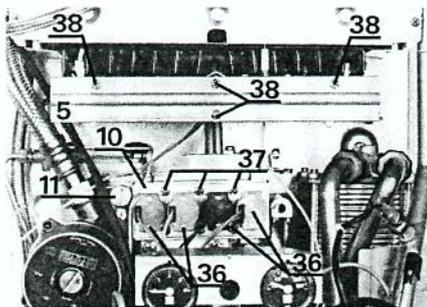

Fig. 25
Il est possible d'ajuster selon la puissance installée la puissance utile maximum en chauffage de la chaudière, afin de limiter la surpuissance. Pour effectuer ce réglage, vérifier que la chaudière fonctionne en plein gaz. Oter le bouchon et agir, sur la vis (11) (fig. 25) (en dévissant on augmente le débit de gaz, en vissant on le diminue). Régler selon le cas entre plein gaz et 33 % de la puissance nominale, contrôler le débit de gaz au compteur.
De gaz naturel en gaz Propane-Butane (fig. 25) Cat. II 2-3 :
Ajuster à l'aide de la vis située derrière le bouchon (11) (fig. 25) la puissance en chauffage, voir paragraphe « réglage ».